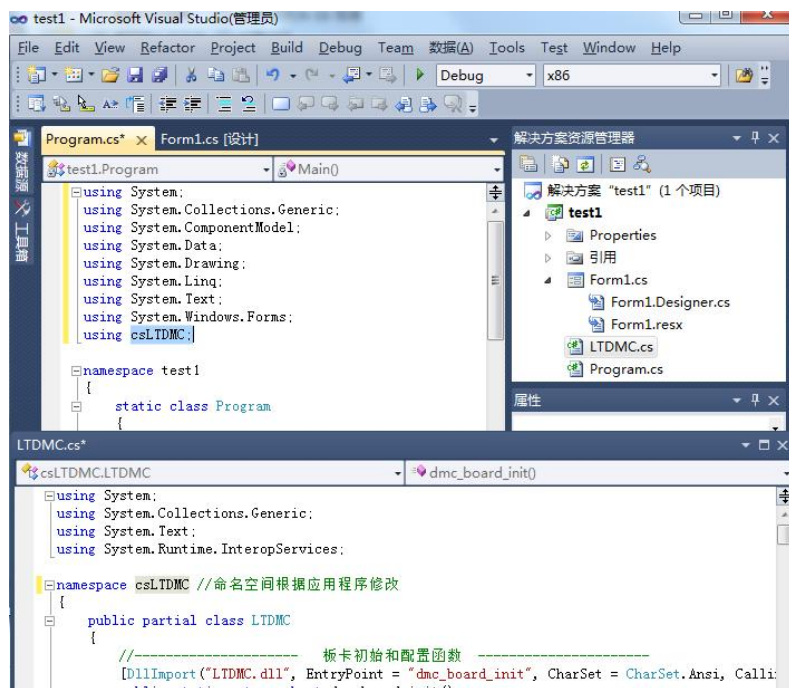

图 5.15 添加控制器的命名空间
- 6) 在代码文件开头处添加控制器的命名空间：using csLTMC; 如图 5.15 所示。